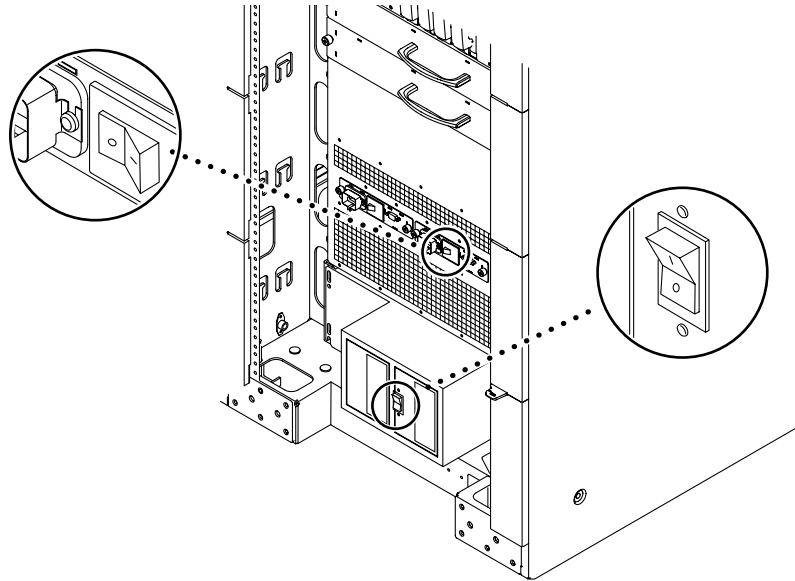

FIGURE 2-11 Emplacement des interrupteurs du système Sun Fire E6900
- a. **Mettez les interrupteurs de courant alternatif des unités de transfert redondantes (RTU), situées à l'avant et à l'arrière du système, en position off (FIGURE 2-11).**
4. **Mettez les interrupteurs RTS en position on (FIGURE 2-11).**
5. Mettez les interrupteurs du boîtier d'alimentation en courant alternatif en position on (FIGURE 2-11).